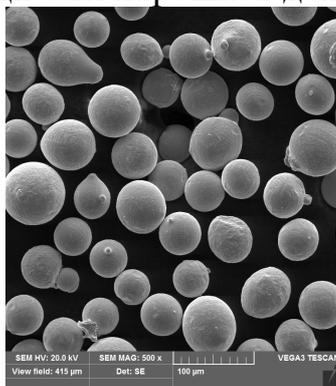

Рисунок 1 – Порошок ХН60М
8. Внимательно рассмотрите изображения частиц порошков на рис. 1 и 2, назовите дефекты, произведите необходимые измерения частиц и дайте оценку пригодности порошков для селективного лазерного спекания.